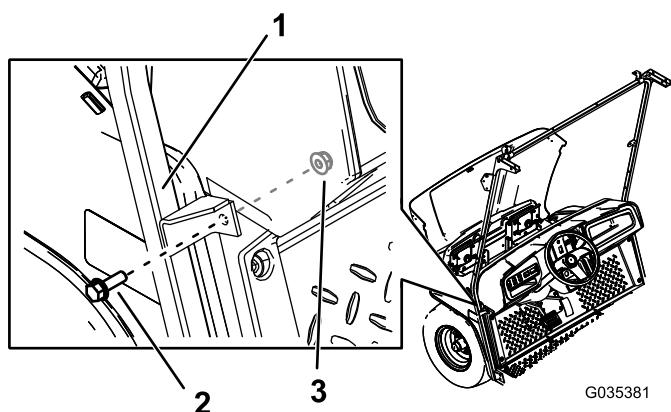

Рисунок 5
- Прикрепите средний кронштейн опоры ветрового стекла к автомобилю при помощи двух болтов с шестигранными фланцевыми головками (5/16 x 1 дюйм), вставленных в просверленные отверстия, и двух гаек (5/16 дюйма) (Рисунок 5).